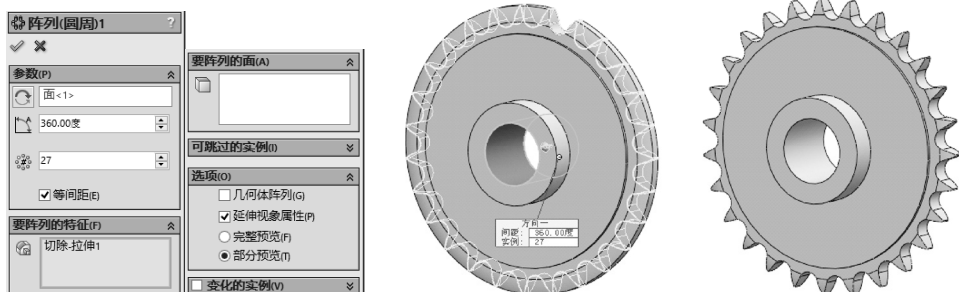

图 3-142 执行圆周阵列操作
STEP 2 单击“特征”工具栏中的“圆周阵列”按钮 , 选择 **STEP 1** 中创建的拉伸切除特征为“要阵列的特征”, 设置阵列角度为 360° , 个数为 27, 执行“等间距”阵列操作, 创建链轮的轮齿, 如图 3-142 所示。